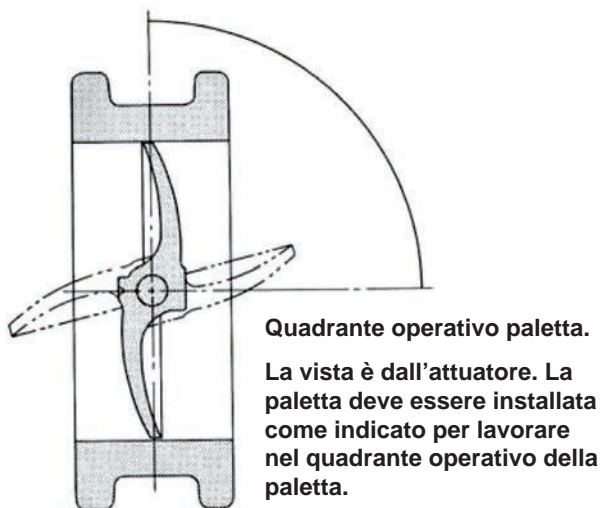

Figura 11
- A. Assicurarsi che il fermo (92) sia in posizione nell'attuatore.
- B. Riposizionare l'attuatore sulla staffa nel foro appropriato per l'azione desiderata e assicurarsi che il cuscinetto dell'estremità dell'asta (94) sia a cavallo della leva (33) (o delle leve se viene fornito il volantino).
- C. Riposizionare le rondelle di blocco (76) con i dadi esagonali (75) e serrare saldamente.
- D. Ruotare la paletta in posizione chiusa, assicurandosi che funzioni nel quadrante mostrato in Figura 11.
Affinché la valvola funzioni correttamente e garantisca un arresto serrato per le valvole con rivestimento, la paletta deve funzionare nel quadrante mostrato nella Figura 11.
- A. Assicurarsi che la paletta funzioni nel quadrante mostrato in Figura 11 e posizionare la paletta in posizione chiusa.
- B. Collegare una linea di alimentazione dell'aria temporanea all'attuatore e applicare 20 psi di pressione dell'aria, assicurandosi che quando il cuscinetto dell'estremità dell'asta (94) si estende sia a cavallo della leva (33) (o delle leve se viene fornito il volantino).
- C. Allineare il foro nel cuscinetto dell'estremità dell'asta (94) con il foro nella leva (33) ruotando il cuscinetto dell'estremità dell'asta nella direzione corretta.
- D. Installare il perno pivot (12) e gli anelli di tenuta (11).